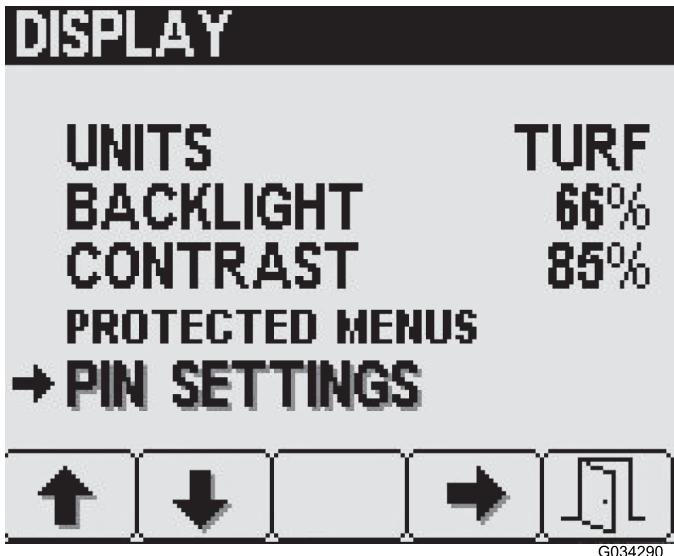

Figura 23
- Premete il pulsante 1 o 2 sulla schermata DISPLAY per navigare fino all'opzione IMPOSTAZIONI PIN (Figura 23).
- Premete il pulsante 4 per selezionare il sottomenu IMPOSTAZIONI PIN (Figura 23).